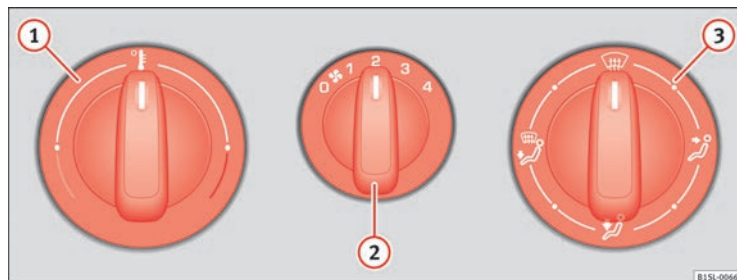
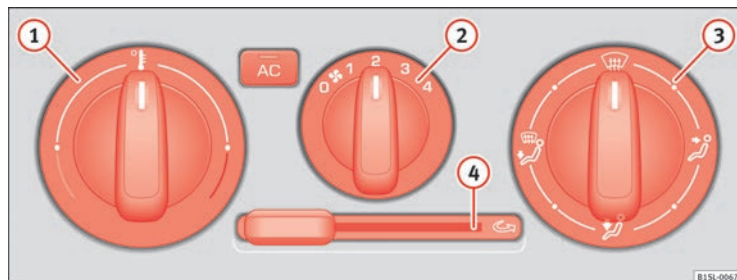

Fig. 102 Dans la console centrale : Commande rotative du système de chauffage et d'air frais.
Fig. 103 Dans la console centrale : Commandes du climatiseur.
Touche, régulateur	Informations complémentaires. Système de chauffage et de ventilation ⇒ fig. 102 et climatiseur ⇒ fig. 103.
- Réglez le ventilateur ⇒ fig. 102 ② sur le niveau 1 ou 2.
- Placez le bouton de réglage de la température ⇒ fig. 102 ① sur la position centrale.
- Tournez le régulateur de répartition d'air ⇒ fig. 102 ③ sur la position de dégivrage.
Activer : Déplacez le régulateur à coulisse ⇒ fig. 103 **4** jusqu'en butée vers la droite.
Désactiver : Déplacez le régulateur à coulisse ⇒ fig. 103 **4** jusqu'en butée vers la gauche. ▶